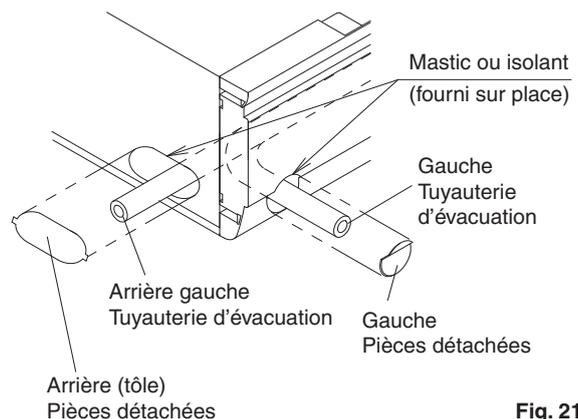

Fig. 21
- La tuyauterie d'évacuation peut être raccordée à l'aide des consignes suivantes : Pour le côté arrière droit / côté droit, reportez-vous à la Fig. 18 du "6. TRAVAUX DE TUYAUTERIE DE FLUIDE FRIGORIFIQUE", et pour le côté arrière gauche / côté gauche, reportez-vous à la Fig. 21.